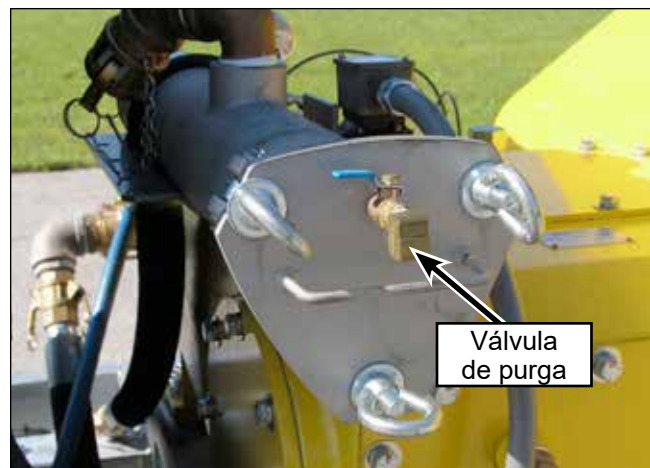

Figura 6: Válvula de purga del filtro secundario.
1. Si está operando a 40K, abra primero la válvula de purga ("Figura 6: Válvula de purga del filtro secundario." en la página 15) y deje que se purgue el aire del filtro secundario. Una vez que salga un flujo de agua continuo del filtro, cierre la válvula.